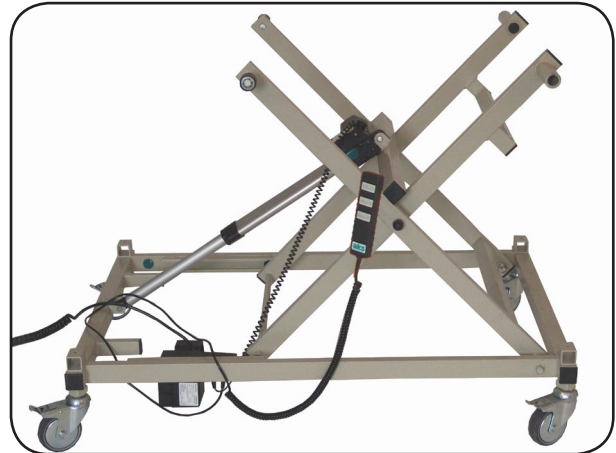

Abbildung 12
2. Schließen Sie den Antrieb des Scherenhubgestells und die Handbedienung an das Netzteil an. Das Netzteil kann dabei auf die Erde gelegt werden. Entsperren Sie dazu gegebenenfalls die Handbedienung (siehe Abschnitt 8.6 Sperrfunktion). Fahren Sie das Scherenhubgestell in die oberste Stellung. Entfernen Sie danach das Netzteil mit der Handbedienung (Abbildung 12).